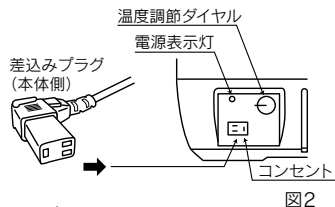

図2
1. 電源コードの差し込みプラグ (本体側) を冷蔵庫のコンセントに差し込んでください。(図2)
2. 温度調節ダイヤルを“OFF”に合わせてください。(図2)